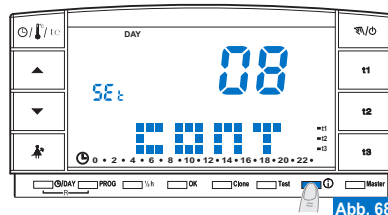

Abb. 68
- Drücken Sie auf dem vorhergehenden Bildschirm erneut die Taste : auf dem Display erscheint die Meldung **CONT** und der aktuelle Kontrastwert, die Werkseinstellung **08** (Beispiel Abb. 68).